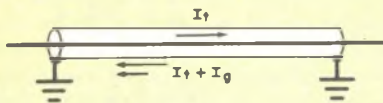
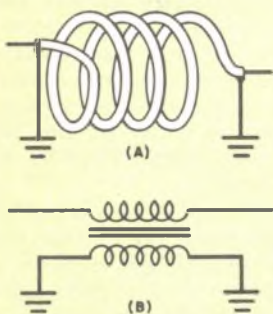

Fig. 2 - Flusso delle correnti in un corto spezzone di linea coassiale, con entrambi gli estremi collegati a massa.
Fig. 3 - Linea coassiale avvolta in modo da formare un induttore (A) e relativo simbolo grafico (B).
La condizione essenziale per il buon funzionamento di una linea di trasmissione è che la corrente nei due conduttori sia uguale e fluisca in direzioni opposte; qualunque causa capace di sbilanciare questo equilibrio di correnti impedirà alla linea di funzionare correttamente. Si supponga ad esempio di avere una linea coassiale molto corta e collegata a massa ad entrambe le estremità, come illustrato nella *fig. 2*; in una situazione del genere è molto probabile che, se qualche corrente fluisce lungo il conduttore di massa, una parte di essa, I_g , fluisca lungo il condut-
Si supponga che la corta linea di trasmissione della fig. 2 sia avvolta in modo da formare un induttore, come mostrato nella fig. 3-A (nella fig. 3-B: è invece riportato il simbolo grafico corrispondente); anche se uno dei due conduttori è ancora collegato a massa ad entrambe le estremità, le correnti di massa non potranno fluire in esso perché ostacolate dalla reattanza induttiva. Le correnti che percorrono entrambi i conduttori della linea di trasmissione non sono invece ostacolate, poiché sono uguali e di segno opposto in ogni punto della linea; l'effetto induttivo dell'avvolgimento viene così neutralizzato.
Fig. 3 - Forme d'onda di segnale complesse che mostrano differenti caratteristiche di attacco e di decadimento con modulazione degli involuppi mediante il multivibratore a un colpo (A) e mediante l'oscillatore controllato dalla tensione (B).
Nella *fig. 3* sono illustrate forme d'onda rappresentative di segnale generate durante il procedimento. Nell'esempio rappresentato nella *fig. 3-A*, l'uscita del mescolatore è un